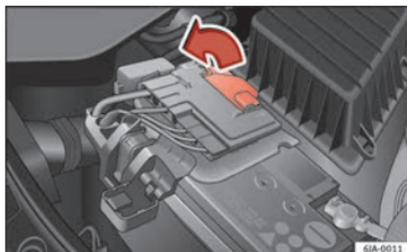

Fig. 210 Batteria: apertura del vano.
- Sollevare la copertura della batteria seguendo la direzione indicata dalla freccia **» fig. 210.**